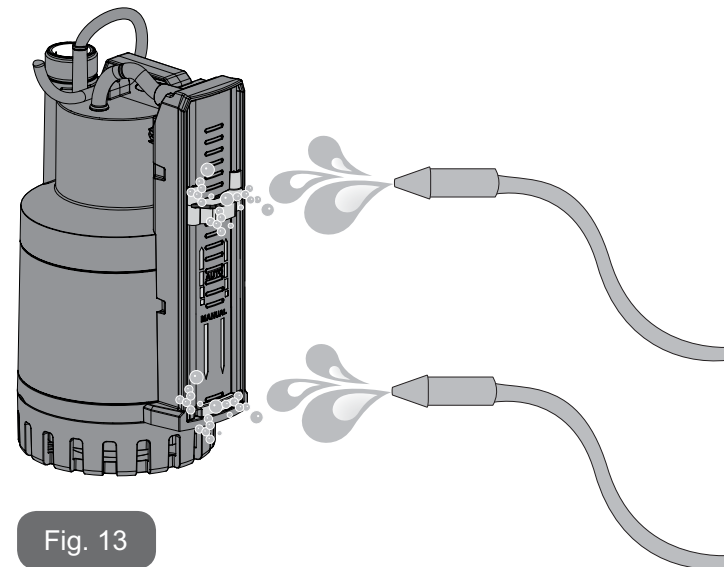

Fig. 13
- Rengör sonderna med en ren vattenstråle (fig. 13).